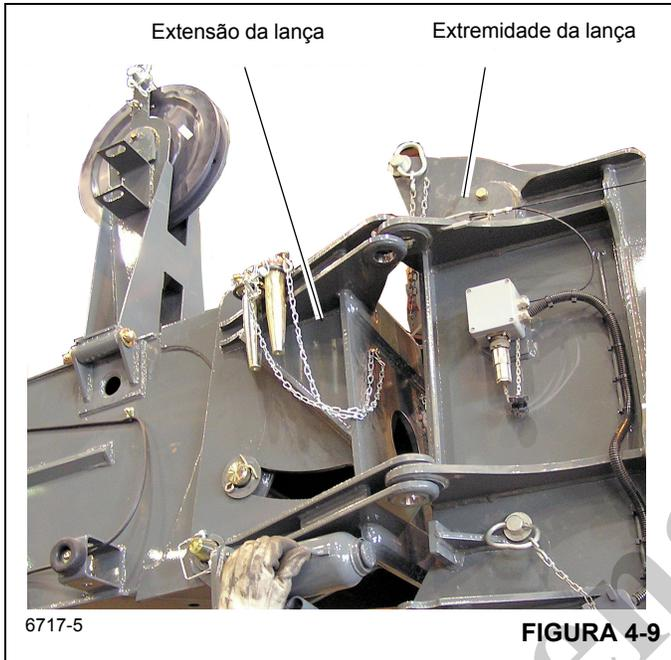

FIGURA 4-9
8. Levante e/ou abaixe ligeiramente a lança para ajudar a controlar sua extensão. Usando o cabo preso à ponta da extensão da lança, gire manualmente a extensão no lugar à frente da extremidade da lança (Figura 4-9), acionando as conexões de ancoragem com as conexões de fixação no lado esquerdo da extremidade da lança.
9. Instale o pino de fixação do lado esquerdo superior e a grampo de retenção nas conexões de fixação e ancoragem superiores da extremidade da lança (Figura 4-9).